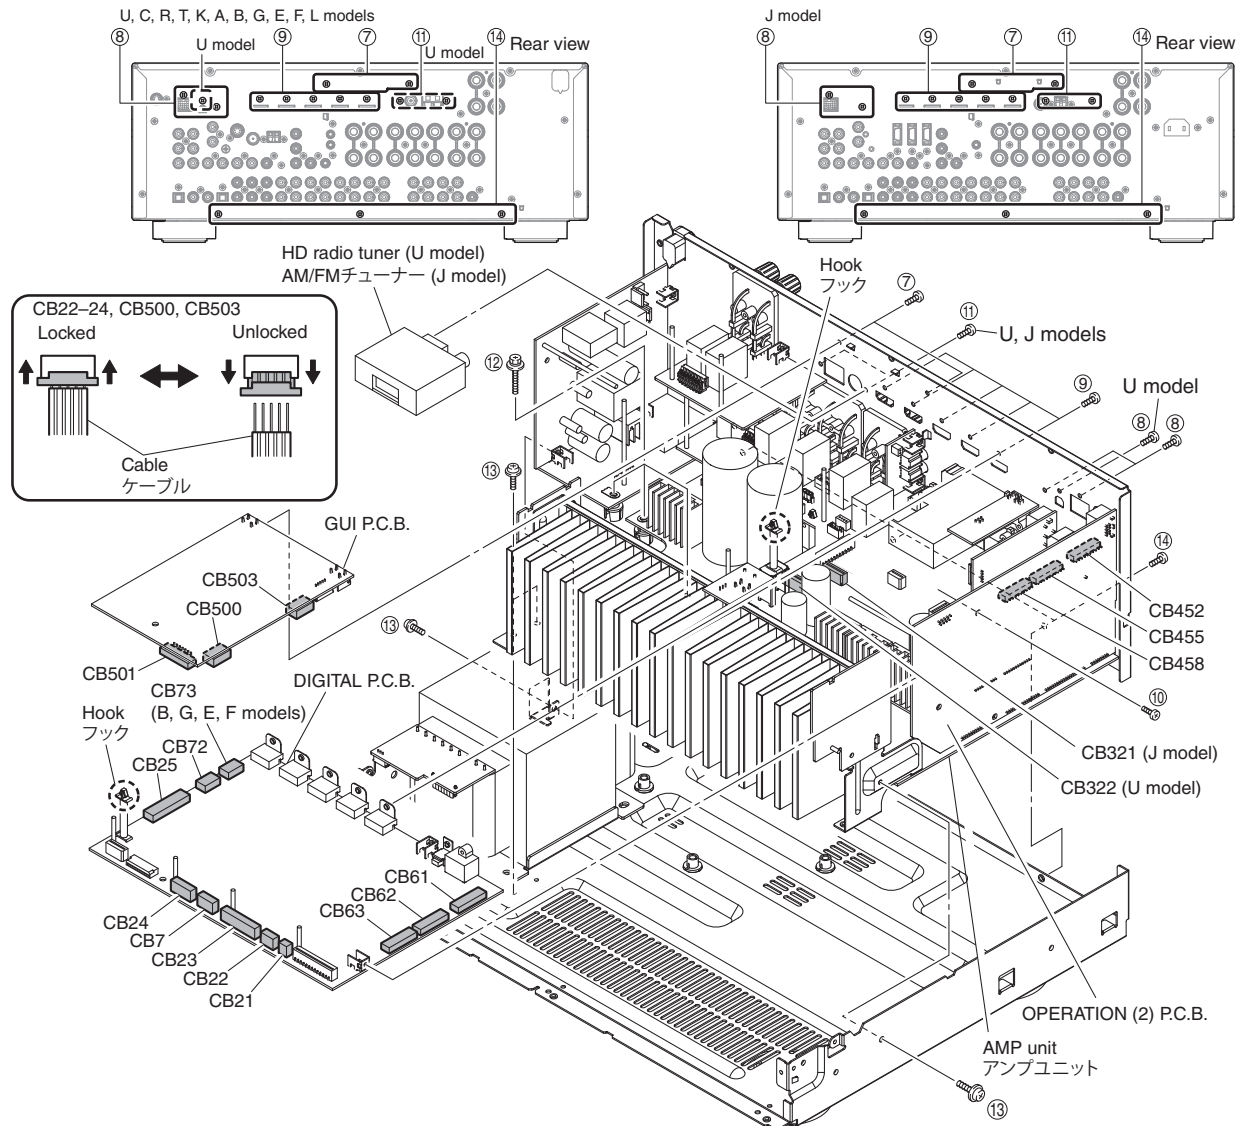

Fig. 2
- Remove 2 screws (7). (Fig. 2)
- Remove CB501. (Fig. 2)
- Unlock and remove CB500, CB503. (Fig. 2)
- Release hook, and remove the GUI P.C.B.. (Fig. 2)
- Remove 3 screws (U model) / 2 screws (C, R, T, K, A, B, G, E, F, L models) (8) and 5 screws (9). (Fig. 2)
- Remove screw (10). (Fig. 2)
- Remove 2 screws (U model) (11). (Fig. 2)
- Remove CB322 (U model). (Fig. 2)
- Remove the HD radio tuner (U model). (Fig. 2)
- Remove CB7, CB21, CB25, CB72 and CB73 (B, G, E, F models). (Fig. 2)
- Unlock and remove CB22-24. (Fig. 2)
- Release hook. (Fig. 2)
- Remove the DIGITAL P.C.B. which is connected directly to the OPERATION (2) P.C.B. with board-to-board connectors. (Fig. 2)
- Remove 3 screws (12) and 4 screws (13). (Fig. 2)
- Remove 3 screws (14). (Fig. 2)
- Remove the amp unit. (Fig. 2)
- 7のネジ2本を外します。(Fig. 2)
- CB501を外します。(Fig. 2)
- ロックを外し、CB500、CB503を外します。(Fig. 2)
- フック1箇所を外し、GUI P.C.B.を取り外します。(Fig. 2)
- 8のネジ2本、9のネジ5本を外します。(Fig. 2)
- 10のネジ1本を外します。(Fig. 2)
- 11のネジ2本を外します。(Fig. 2)
- CB321を外します。(Fig. 2)
- AM/FMチューナーを取り外します。(Fig. 2)
- CB7、CB21、CB25、CB72を外します。(Fig. 2)
- ロックを外し、CB22～24を外します。(Fig. 2)
- フック1箇所を外します。(Fig. 2)
- DIGITAL P.C.B.を取り外します。ただし、DIGITAL P.C.B.はOPERATION (2) P.C.B.に基板対基板コネクタで直接接続されています。(Fig. 2)
- 12のネジ3本、13のネジ4本を外します。(Fig. 2)